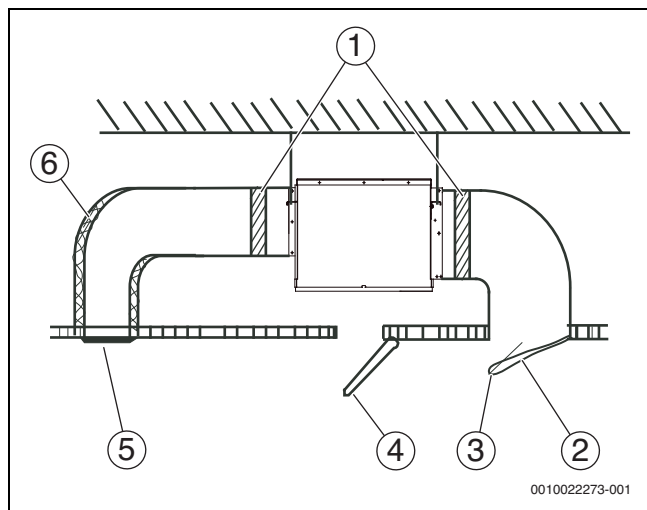
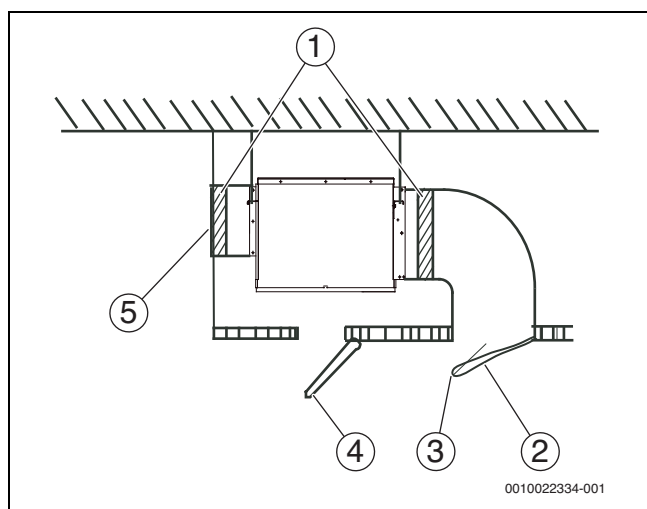

Fig. 28 Condotto con requisiti di pressione statica
Fig. 29 Condotto senza requisiti di pressione statica.
6. Collegare il condotto dell'aria come mostrato in Fig. 28 o 29. Preparazione in loco prevista per tutti i componenti tranne il condizionatore.
Legenda per la Fig. 28 e la Fig. 29: